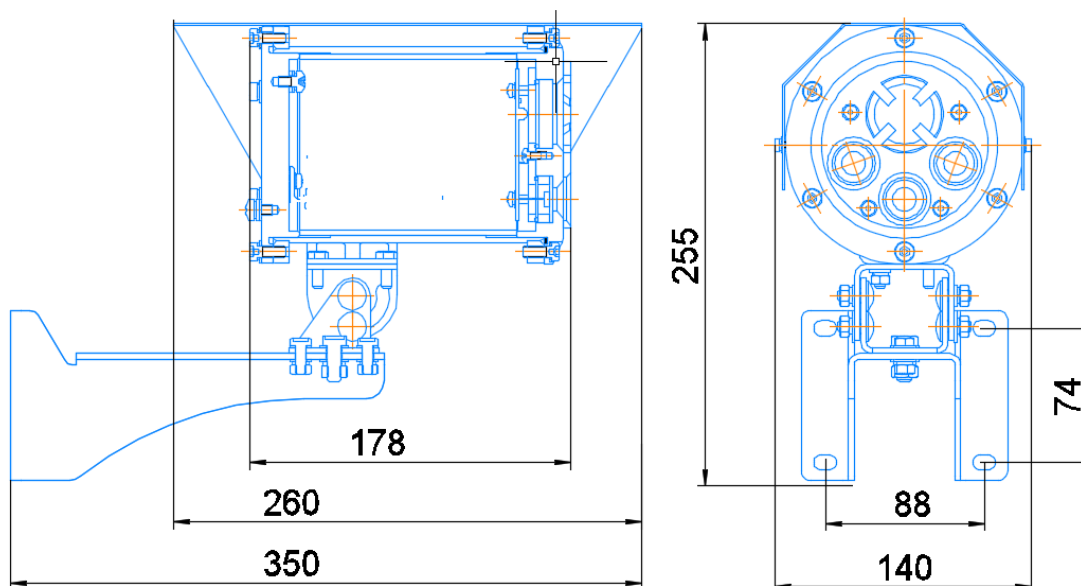

Рисунок 1 – Габаритные размеры извещателя с крепежно-юстировочным устройством
- определить место установки и разметить место крепления, рис. 1 и 2;